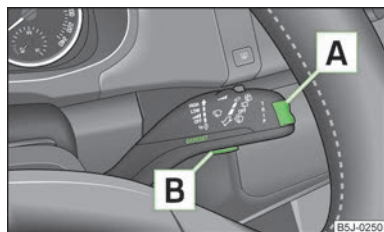

Fig. 6
La conmutación de las memorias se efectúa con la tecla [B] » fig. 6 de la página 13 en la palanca del limpiaparabrisas.
La tecla basculante  » fig. 6 y la tecla  se encuentran en la palanca del limpiaparabrisas.
» Pulsar ligeramente la tecla  » fig. 6.
» Pulsar brevemente la tecla basculante  » fig. 6 arriba y abajo. De ese modo se activan, una tras otra, las funciones individuales del indicador multifunción.
- » Pulsar la tecla  » fig. 6 más tiempo.
Si la temperatura exterior disminuye por debajo de +4 °C, aparecerá delante de la indicación de la temperatura un símbolo de copo de nieve (advertencia de formación de placas de hielo) y sonará una señal acústica. Después de pulsar la tecla basculante  » fig. 6 de la página 13, se representa la función que se visualizó por última vez.
En la pantalla aparece el tiempo de marcha desde la última vez que se borró la memoria. Cuando se desee medir el tiempo de marcha desde un momento determinado, se deberá poner en ese momento preciso la memoria a cero, pulsando para ello la tecla  » fig. 6 de la página 13.
Si se desea calcular el consumo medio de combustible para un período de tiempo determinado, deberá poner la memoria a cero al comenzar la nueva medición pulsando la tecla **[B]** » fig. 6 de la página 13. Tras borrarla, en la pantalla no se muestra ningún valor durante los primeros aprox. 300 metros de recorrido.
En la pantalla aparece el kilometraje recorrido desde la última vez que se borró la memoria » página 12. Cuando se desee medir el recorrido desde un momento determinado, se deberá poner en ese momento preciso la memoria a cero, pulsando para ello la tecla **[B]** » fig. 6 de la página 13.
La pantalla indica la velocidad media en km/h desde la última vez que se borró la memoria » página 12. Si se desea medir la velocidad media durante un periodo determinado, se deberá poner la memoria a cero al principio de la medición accionando la tecla **[B]** » fig. 6 de la página 13.
- » Mediante la tecla **[A]** » fig. 6 de la página 13 seleccionar la opción **Advertencia al sobrepasar la velocidad** del menú.
- Mediante la tecla **[A]** » fig. 6 de la página 13 seleccionar la opción **Advertencia al sobrepasar la velocidad** del menú.